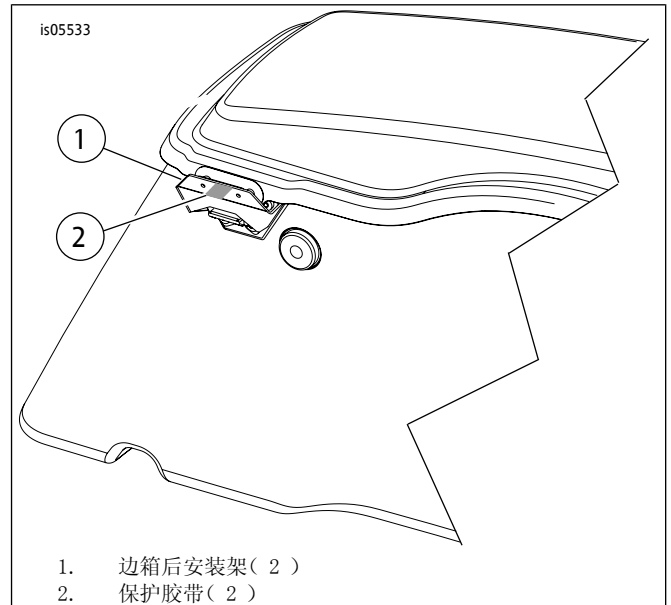

图2。粘贴保护胶带
5. 参见图2。将保护胶带(2)粘贴至边箱上的边箱后安装架(1),位置如图所示。在对侧重复这些步骤。